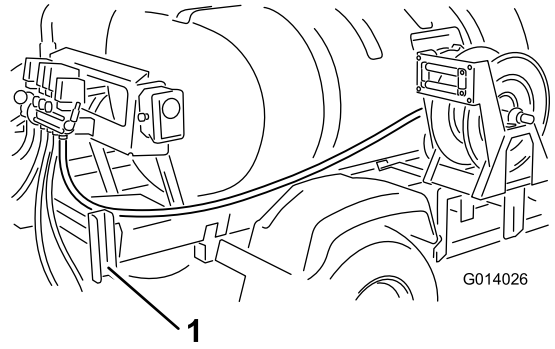

图12
6. 沿着药缸滑移架向后布置软管，使其位于喷洒臂支撑槽 (图12) 内侧的右后挡板内。
7. 在安装机架周围布置软管，一直通到先前安装的软管卷阀 (图12) 上的宝塔式开口。